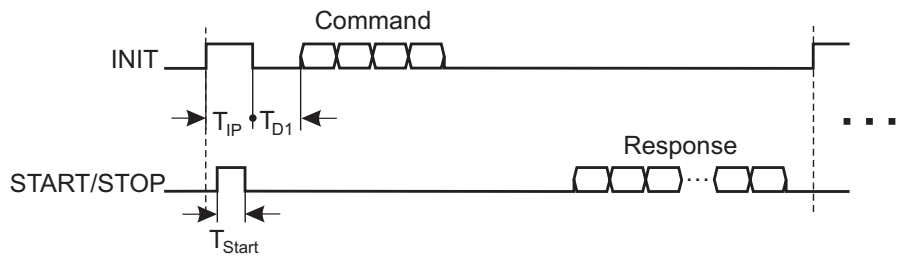

Fig. 7-1: Principio della trasmissione dati nel protocollo IP
Se la lunghezza dell'impulso INIT T_{IP} viene aumentata a circa $15 \mu s$, il trasduttore di posizione passa dal funzionamento in modalità di misurazione DPI al funzionamento con il protocollo IP (➔ fig. 7-1).
- T_{IP} ca. $15 \mu s$ Funzionamento con il protocollo IP (➔ fig. 7-1)